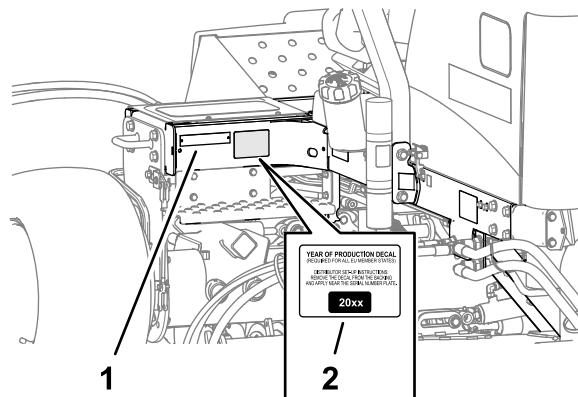

Рисунок 21
1. Начисто протрите левую раму рядом с табличкой с номером модели и серийным номером спиртом и дайте раме высохнуть (Рисунок 21).
- Снимите подложку и приклейте наклейку, указывающую год выпуска, на раму рядом с табличкой с серийным номером, как показано на Рисунок 21.